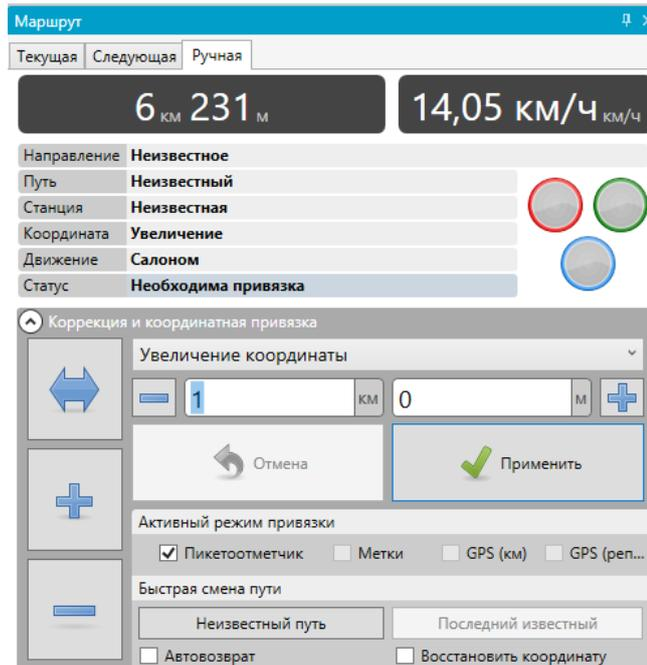
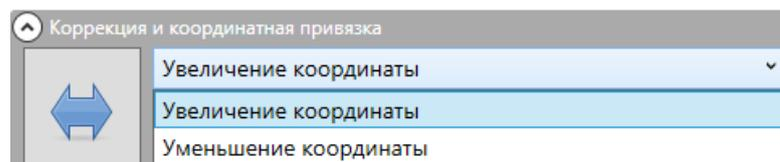

Рисунок 16 – Вкладка «Ручная»
Рисунок 17 – Коррекция координаты
4.3.2.3 В отобразившемся окне во вкладке «Ручная» (Рисунок 16) выбрать в зависимости от увеличения или уменьшения координаты, необходимо выбрать соответствующую из списка (Рисунок 17)
4.3.3.3 Выбрать увеличение или уменьшение координаты (Рисунок 17) и нажать кнопку .